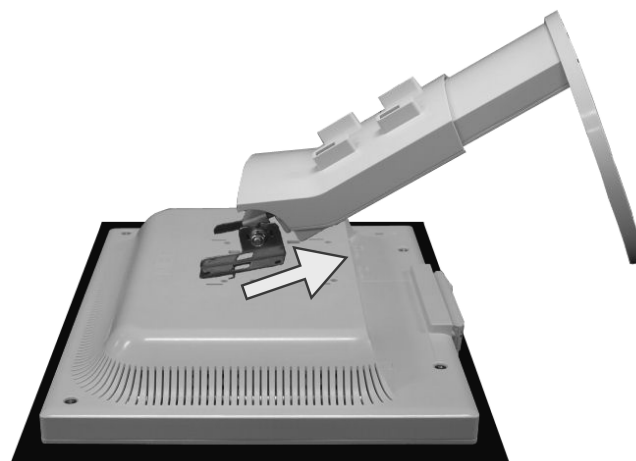

Figure S.5
7. Soulevez le support pour relâcher les crochets inférieurs et retirez le support (**Figure S.5**).